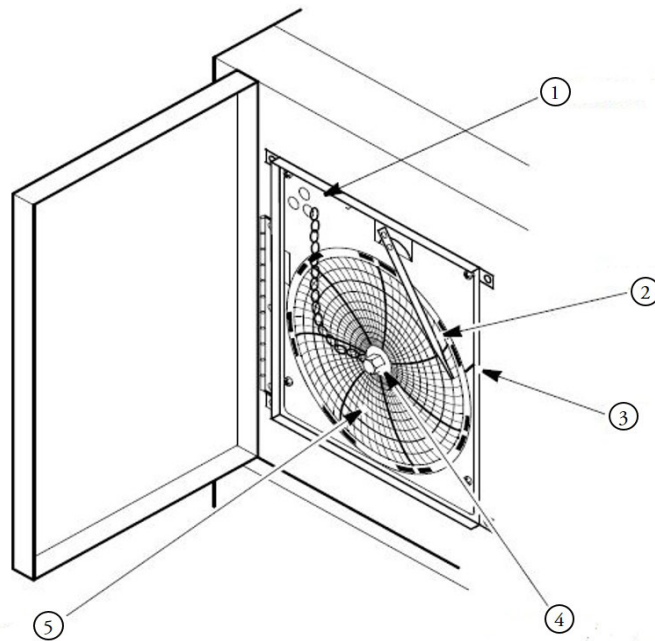

Abbildung 13. Datenerfassungssystem
3. Schrauben Sie die Mutter in der Mitte los, entfernen Sie das alte Papier und legen Sie einen neuen Bogen ein. Richten Sie den Tag und die Uhrzeit sorgfältig nach der Referenzmarke (eine kleine Nut auf der linken Seite des Datenerfassungsbereichs, wie dargestellt in *Abbildung 13*) auf dem Datenerfassungsgerät aus.
4. Bringen Sie die Achsmutter wieder an und drehen Sie sie von Hand fest. Drücken Sie erneut auf die Schaltfläche (3), um die Temperaturerfassung fortzusetzen.